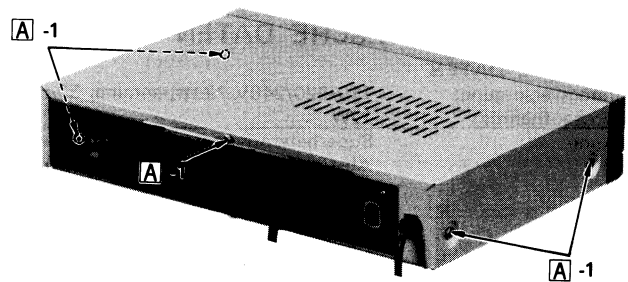

Figure 4-1
1. Remove the five cabinet set-screws shown in Fig. 4-1 (two each at the right and left sides and one at the back side) and then the cabinet.
1. Die fünf Befestigungsschrauben des Gehäuses (jeweils zwei Schrauben auf der rechten und linken Gehäusesseite und eine einzelne Schraube auf der Rückplatte) entfernen, und dann das Gehäuse entsprechend abnehmen. Siehe Abbildung 4-1.
1. Déposer les cinq vis de positionnement que montre la Fig. 4-1 deux à droite et deux à gauche et une sur l'arrière puis déposer le coffret.